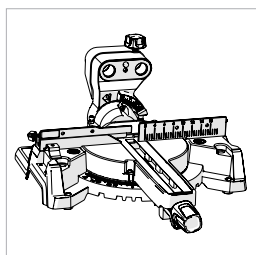

Fig. 3
- La base girevole e il manico per lo smusso **(Fig. 3)**